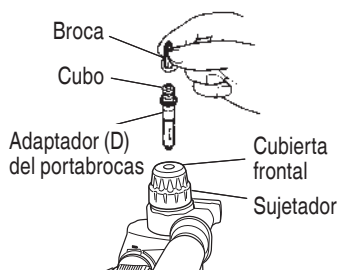

Fig. 18
4. Cuando coloque tornillos para metal (Fig. 18)
5. Atornillando tornillos para madera (Fig. 18)